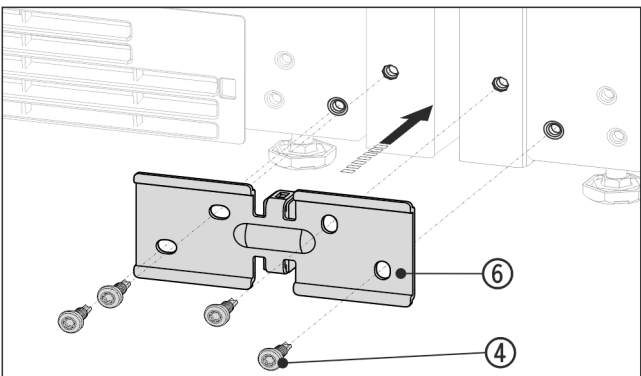

Fig. 14 Esimerkkikuva
- Työnnä kulma Fig. 14 (6) ja välikappale laitteiden väliin ja ruuvaa se löysästi kiinni 4 ruuvilla Fig. 14 (4).